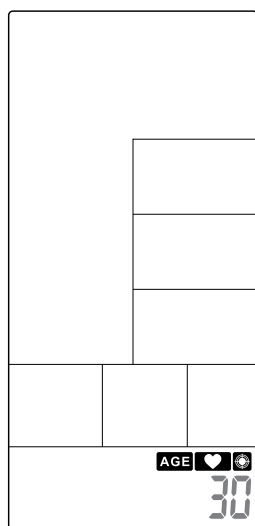

FIGURA 45
- Pressione PARA CIMA / PARA BAIXO (botão 10 ou 11) para ajustar a idade (Figura 45). Em seguida, pressione ENTER (botão 12) para confirmar a idade e iniciar o treino.